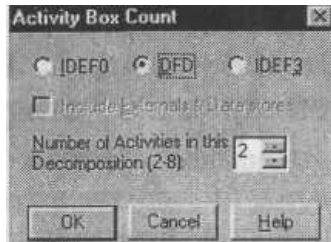

Рис. 7. Выбор нотации DFD в диалоге Activity Box Count
2) В диалоге Activity Box Count выберите количество работ 2 и нотацию DFD (рис. 7).